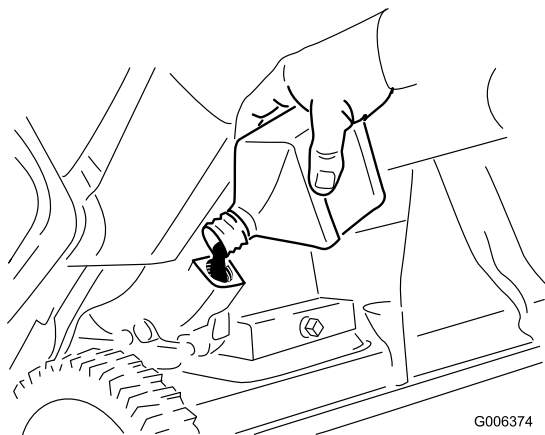

Bild 24
8. Wenn die Maschine in der Betriebsstellung ist, gießen Sie **vorsichtig** Öl in das Öleinfüllloch, bis es fast überläuft (Bild 24).